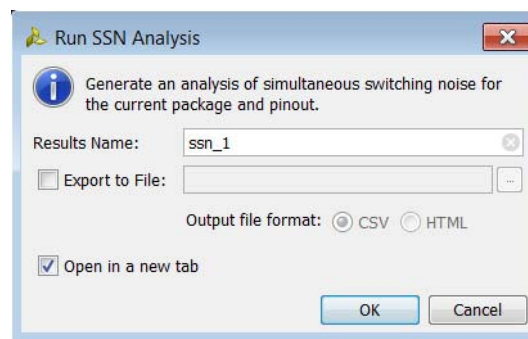

図 3-31 : [Run SSN Analysis] ダイアログ ボックス
2. [Run SSN Analysis] ダイアログ ボックス (図 3-31) で次のオプションを指定し、[OK] をクリックします。